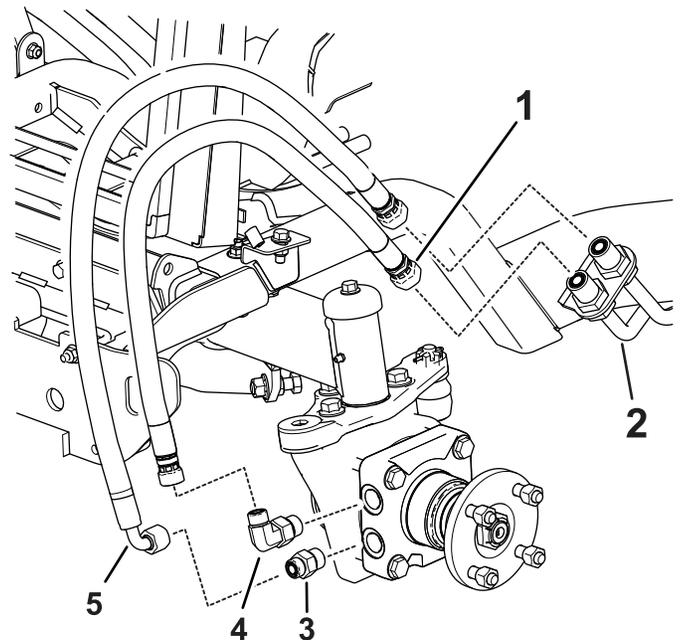

Figura 4
3. Instale el nuevo acoplamiento recto y el acoplamiento de codo de 90° en el motor de rueda (Figura 4).
6. Instale la manguera con acoplamientos rectos en el acoplamiento de codo de 90° (Figura 4).
7. Instale la manguera con el codo de 90° en el acoplamiento recto (Figura 4).
16. Retire un tapón y luego otro e instale la manguera correcta en la línea hidráulica, tal y como se muestra en la Figura 4.
17. Retire el otro tapón e instale la manguera en la línea hidráulica (Figura 4).